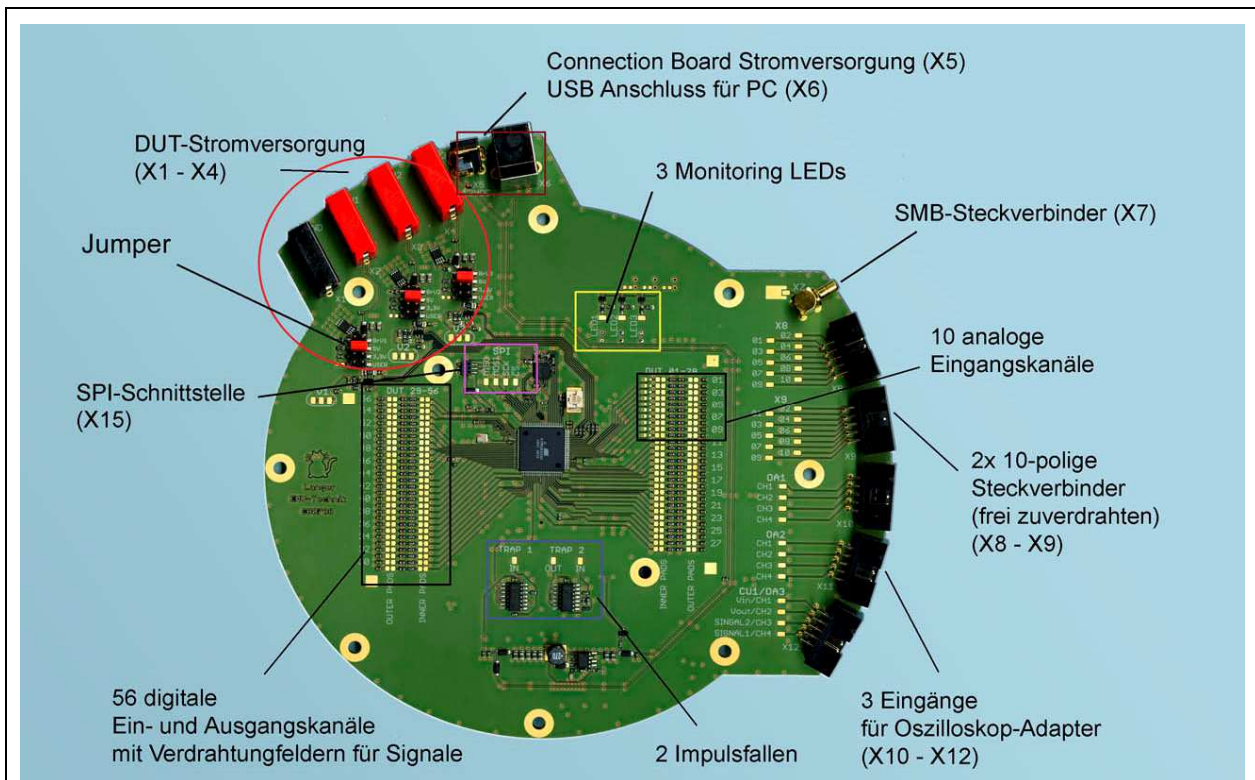

Bild 15 Funktionsblöcke des Connection Boards
Der Oszilloskop-Adapter ist ein Visualisierungsgerät für Signale des Test-ICs. Er ist über das Flachbandkabel mit dem Connection Board **CB 0708** (X10 bis X12 für 3 Oszilloskop-Adapter **Bild 15**) verbunden.
Der Test-IC wird mit dem Connection Board betrieben. Das Connection Board übernimmt die Steuerung (über Control Unit, nicht im Lieferumfang, X12, **Bild 15**) und das Monitoring des Test-IC (3 LEDs, Trap2 und Oszilloskop-Adapter). Die Testleiterkarte mit Test-IC wird in den Groundadapter und Groundplane **GND 25** eingesetzt. Die Verdrahtungsfelder des Connection Boards werden entsprechend der Testaufgabe (z.B. Kupferlackdraht) durch Lötverbindungen verdrahtungsprogrammiert.
5. HF-Buchse X7 auf dem Connection Board **CB 0708** (**Bild 15**).
Der Oszilloskop-Adapter kann im Systemaufbau des Connection Boards mit und ohne Anschluss eines PCs verwendet werden (Kapitel 3.2. und 3.3). Der Oszilloskop-Adapter wird über das Flachbandkabel mit dem Connection Board **CB 0708** über die Buchsen X10 bis X12 verbunden (**Bild 15**).
In dieser Betriebsart ist das Connection Board von der USB-Schnittstelle (X6 **Bild 15**) des PCs getrennt. Die Spannungsversorgung erfolgt über das externe 12 V Steckernetzteil (Connection Board Stromversorgung X5 **Bild 15**). Es wird das gesamte Connection Board mit Strom versorgt.
Weiterhin können mit externen Geräten die Steuerung und Überwachung des Test-ICs über die Buchsen X7 bis X12 erfolgen (**Bild 15**). Es können der Probe-Adapter **SGA 30** und **SGA 45**, der Tastkopfhalter **TH 22** mit entsprechenden Messgeräten und der Oszilloskop-Adapter **OA 4005** zur Überwachung eingesetzt werden.